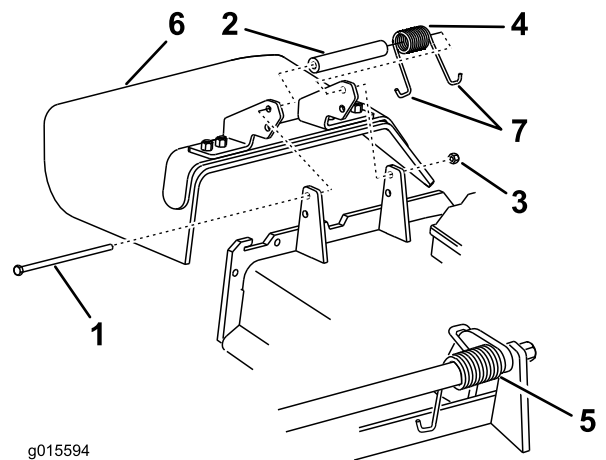

Figure 90
1. Retirez le contre-écrou, le boulon, le ressort et l'entretoise qui fixent le déflecteur aux supports de pivot (Figure 90).
Remarque: Prenez soin de placer 1 extrémité en J du ressort derrière le bord du plateau avant de mettre le boulon en place, comme montré à la Figure 90.
6. Accrochez 1 extrémité en J du ressort au déflecteur d'herbe (Figure 90).